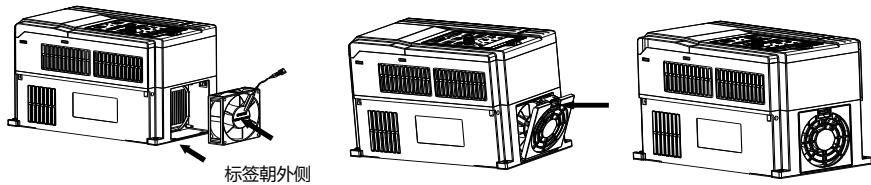

图 8-2 (a)安装风扇引线图
- 1.如图 8-2 (a) 所示手指向内侧下压风扇引线端子弹性卡扣，同时稍用力垂直插入引线端子，然后再将风扇垂直放入风扇槽内。
- 2.如图 8-2(b)、(c)所示将风扇罩一端斜插入装配孔内，另一端扣入到位即可。